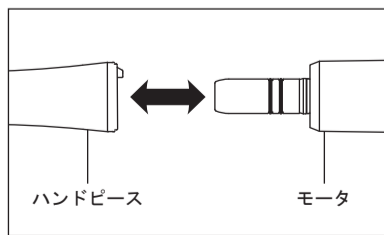

図 1
- ハンドピースをモータにまっすぐ挿し込みます(図1)。光付きの場合は、ハンドピースを左右どちらかに「カチッ」と音がするまで回してロックします。